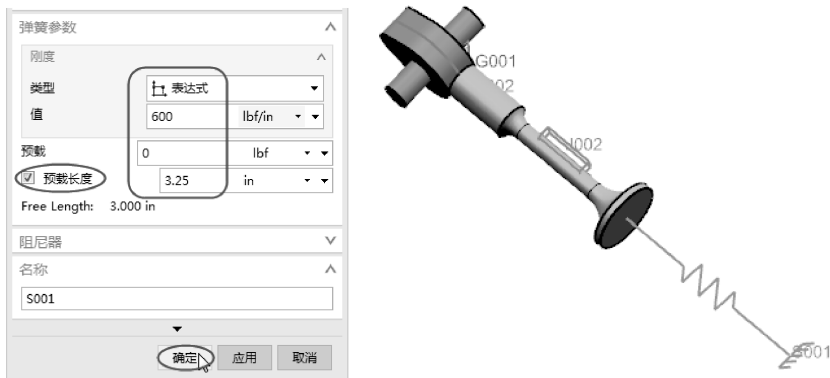

图 8-61 设置弹簧参数
- 18 在【弹簧参数】选项区中设置弹簧参数，单击【确定】按钮完成弹簧的定义，如图 8-61 所示。